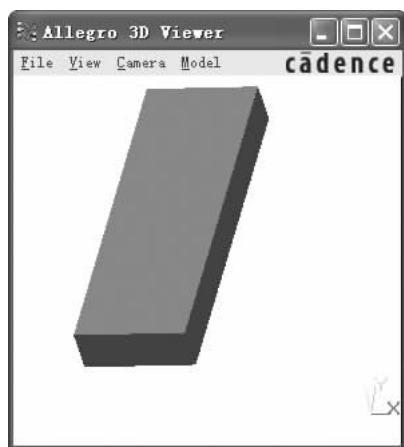

图 9-29 封装 3D 效果图
5) 选择菜单栏中的“View（视图）”→“3D Viewer（3D 显示）”命令，则系统生成该PCB的3D效果图，自动打开“Allegro 3D Viewer（3D 显示器）”窗口，如图9-29所示。